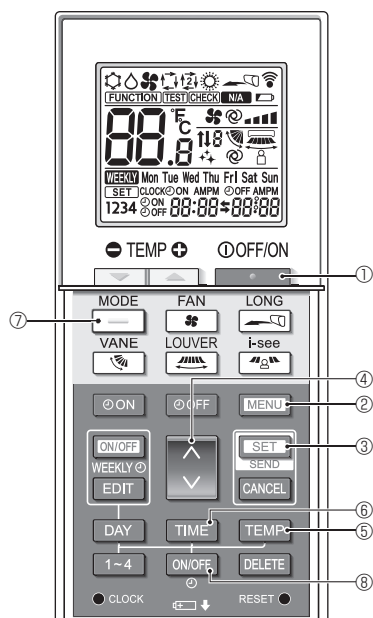

Fig. 6-7
1. Appuyez sur la touche **+** ① pour arrêter le climatiseur.
2. Appuyez sur la touche **SET** ② dans les 5 secondes. L'écran de réglage du mode s'affiche.
3. Appuyez sur la touche **—** ⑦. Le mode de fonctionnement A clignote. (Fig. 6-7)
4. Appuyez sur la touche **▲** **▼** ④ pour changer le n° de réglage.
5. Vérifiez que le n° de réglage "6" est affiché et que **☀** **☁** ne clignote qu'en mode de fonctionnement A, puis appuyez sur la touche **SET** ③ dans les 5 secondes.